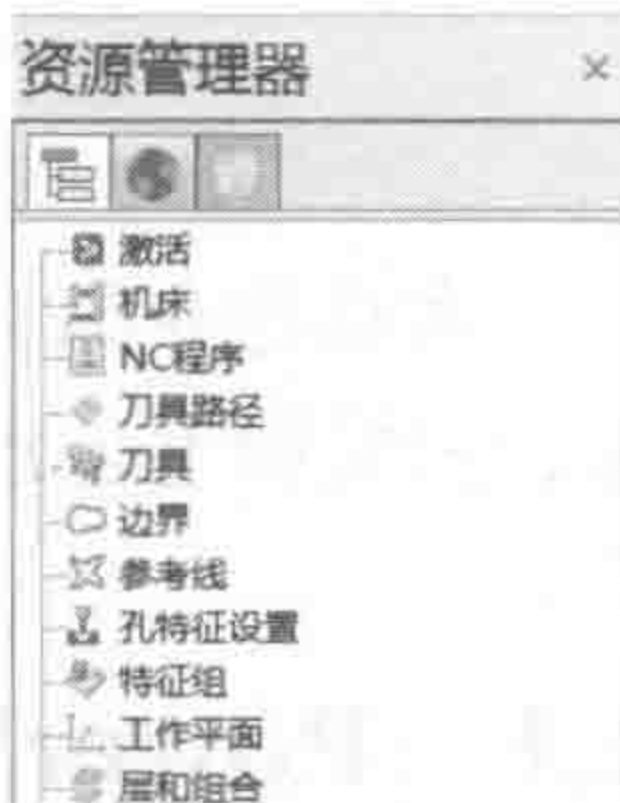

图 1-3
(2) 资源管理器 对加工必要的元素进行管理与设定, 其中包括机床、NC 程序、刀具路径、刀具、边界、参考线、孔特征设置、特征组、工作平面、层和组合等类别, 如图 1-3 所示。